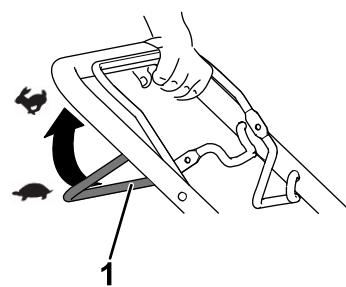

Figure 14
- Pour engager l'autopropulsion : serrez et maintenez la barre d'autopropulsion contre le guidon (Figure 14).